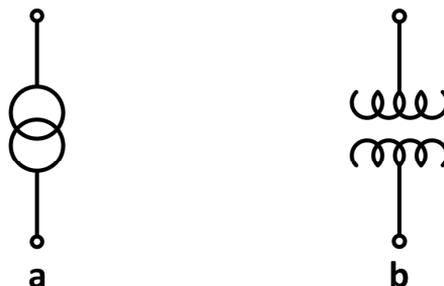

Fig. 2 - Representações esquemáticas unifilares do transformador
- Em esquemas unifilares (Fig. 2-a e 2-b);